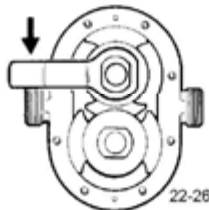

Abb.33 Rotorhaltermuttern entfernen
4. Entfernen Sie die Rotorhaltermutter. Verwenden Sie hierzu den mitgelieferten Spezialschlüssel, indem Sie mit einem weichen Hammer stoßartig auf den Griff schlagen, um die Mutter zu lösen (Abb.33).